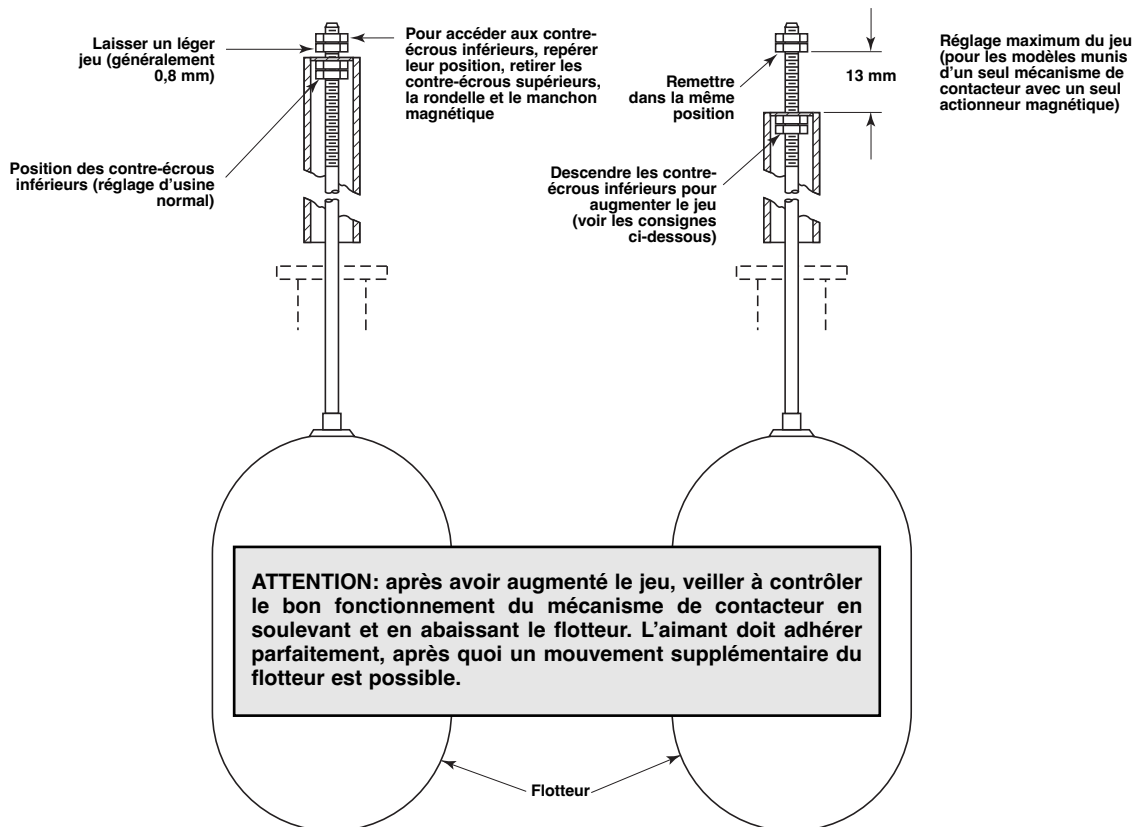

Figure 6
Le différentiel, c'est-à-dire la course du mécanisme entre l'activation et la désactivation des contacteurs, se règle en repositionnant les contre-écrous inférieurs sur la tige du flotteur. Le réglage d'usine standard correspond à un jeu minimum entre les contre-écrous supérieurs et le manchon magnétique comme illustré à la **Figure 6**.
*REMARQUE: le différentiel, c'est-à-dire la course du mécanisme entre l'activation et la désactivation des contacteurs, se règle en repositionnant les contre-écrous inférieurs sur la tige du flotteur. Le réglage d'usine standard correspond à un jeu minimum entre les contre-écrous supérieurs et le manchon magnétique comme illustré à la **Figure 6**. Ce réglage peut être augmenté jusqu'à un maximum de 13 mm, comme illustré à la **Figure 7**.*